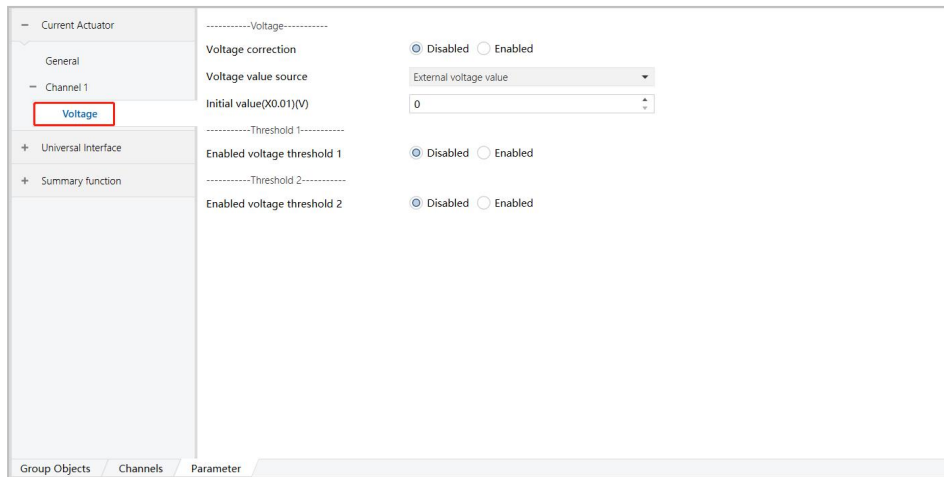

图 6.2.4
2) 单击下述红色方框内的选项，设置参数，下面以 Channel 1 为例，如图 6.2.4 所示；